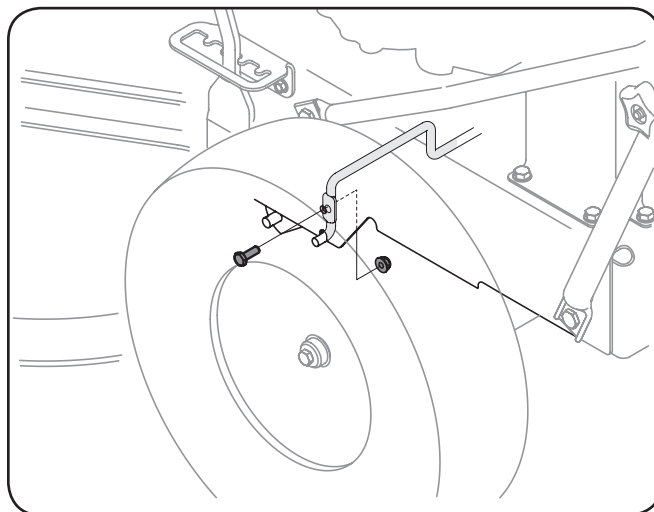

Figura 7-2
5. Extraiga el tornillo y la tuerca de brida que sujeta la varilla del guardacorrea al lado izquierdo del bastidor de la cortadora. Vea Figura 7-2.
3. Retire el guardacorrea como se ha indicado antes en esta sección. Consulte Figura 7-2.